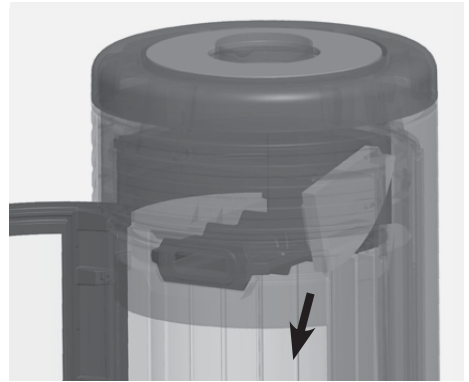

Abb. 4.29 Umlenksteine herausnehmen
- nehmen Sie die Umlenksteine nach unten über den Brennraum aus dem Gerät (siehe Abb. 4.29).